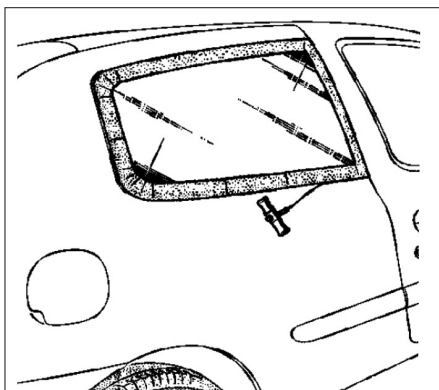

FIG. 11
- Opérer à la découpe du cordon de colle en tirant la poignée de traction (côté extérieur) bien parallèle au bord de la glace pour limiter l'agression du surmoulage (Fig.11).